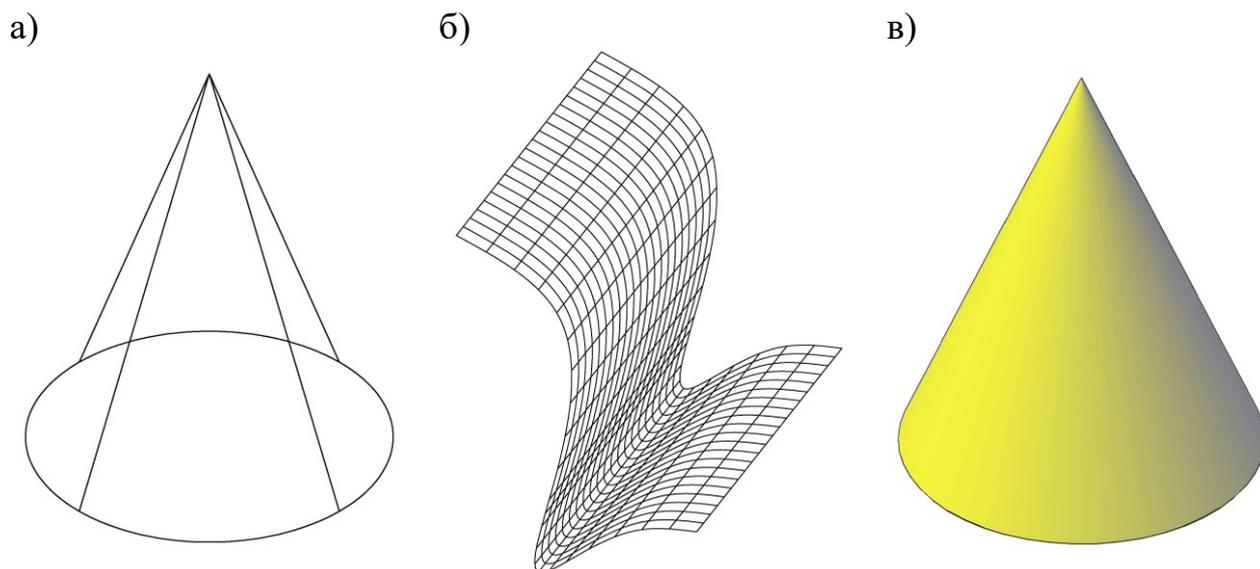

Рисунок 1.2. Виды моделей по представлению:
4) И, наконец, *модели* по своему представлению подразделяют на каркасные, поверхностные и твердотельные (рис. 1.2).